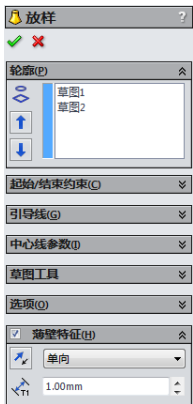

图 3-63 “薄壁”属性管理器
**13** 确认放样特征。单击“放样”属性管理器中的“确定”图标按钮, 结果如图 3-63 所示。
设置如图 3-63 所示。